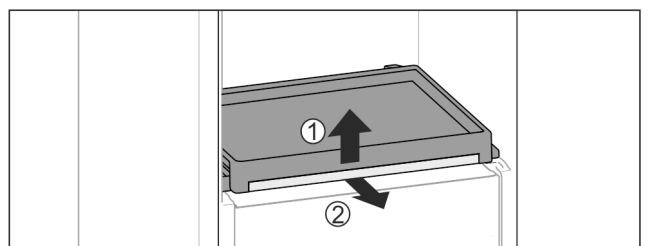

Fig. 111
- ▶ Sortir la bordure télescopique avec la tablette : Soulever légèrement la tablette par l'avant Fig. 111 (1) et la sortir vers l'avant Fig. 111 (2).